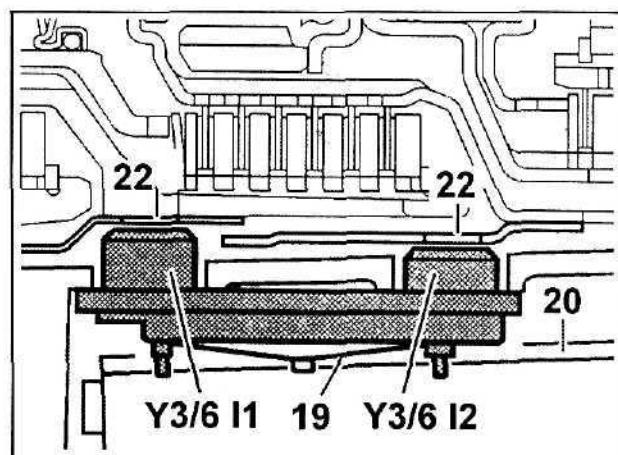

Рис. 23.
Сигнал датчиков числа оборотов также как и сигналы других датчиков используется электронным блоком управления (EGS). Датчики Y3/6 I1 и Y3/6 I2 (рис. 23) установлены в картере АКПП и прижимаются к нему с помощью упругой пластины (19), расположенной в клапанной коробке (20). Такой способ крепления позволяет обеспечить требуемый зазор между датчиками и импульсным барабанами (22).